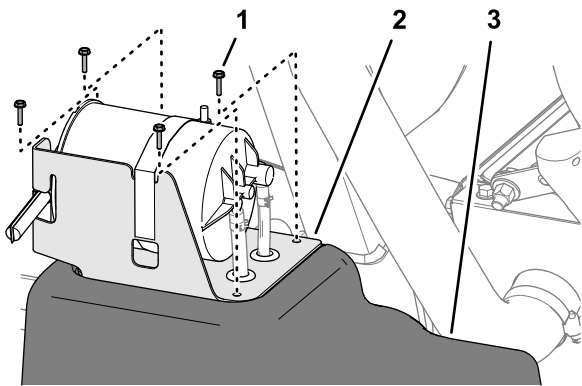

Figura 92
5. Alinee los orificios del soporte del cartucho de carbón con los orificios del depósito de combustible (Figura 92).
6. Monte el soporte en el depósito (Figura 92) con los 4 tornillos (Nº 10 x 3/4").